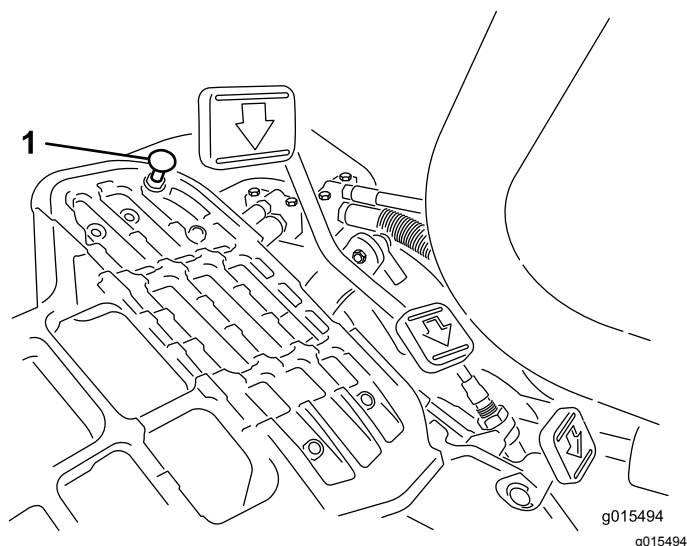

Figure 36
Pour obtenir la vitesse de transport maximale, placez le sélecteur de fonction en position de TRANSPORT et appuyez sur la pédale de déplacement. Si la pédale touche la butée (Figure 36) avant que la tension soit ressentie sur le câble, procédez comme suit :
1. Placez le sélecteur de fonction à la position de TRANSPORT et desserrez le contre-écrou de fixation de la butée de pédale au plancher (Figure 36).